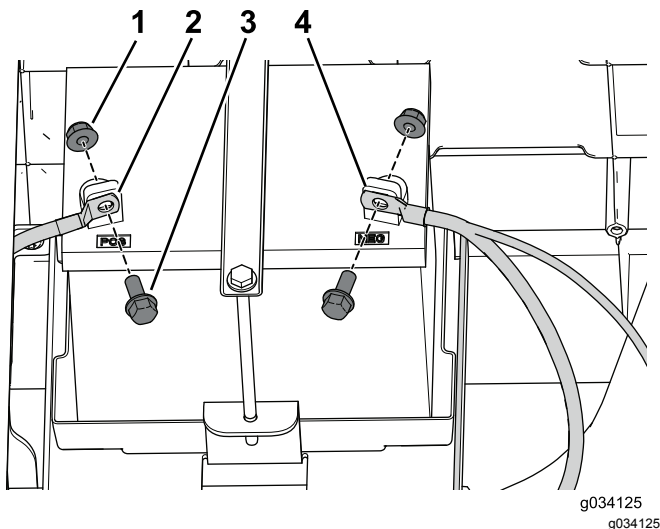

Figura 10
- Scollegate il cavo negativo (-) dalla batteria, poi scollegate quello positivo (+) come illustrato nella Figura 10.